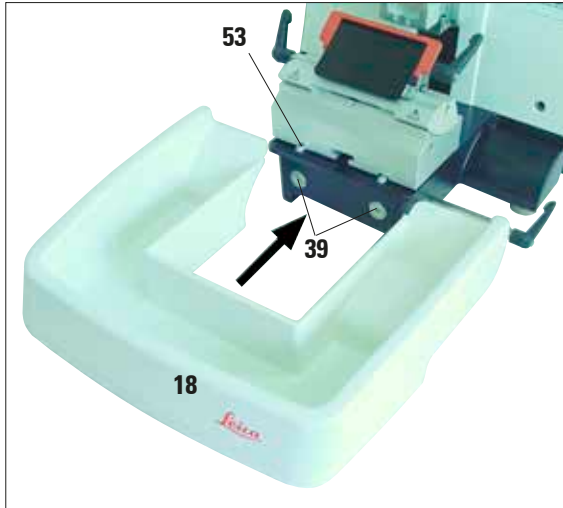
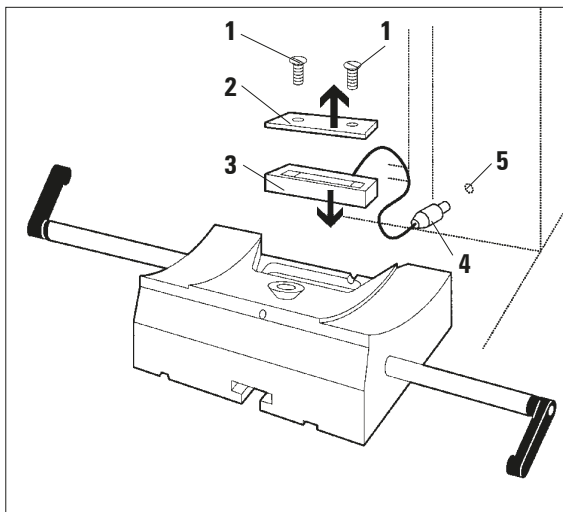

Abb. 53
Abb. 54
- Öffnen der Schraube (3) am Horizontalarm des Mikroskopträgers in entgegengesetzter Uhrzeigerrichtung.
- Silberfarbenes Anschluss-Stück (1) bis zum Anschlag einstecken. Schraube (3) fest ziehen.
- Der Adapter (2) ermöglicht die Montage eines Glasfaser-Lichtleiters.
- Die Geräteabbildungen Abb. 53 und Abb. 54 sind nur Beispielhaft.